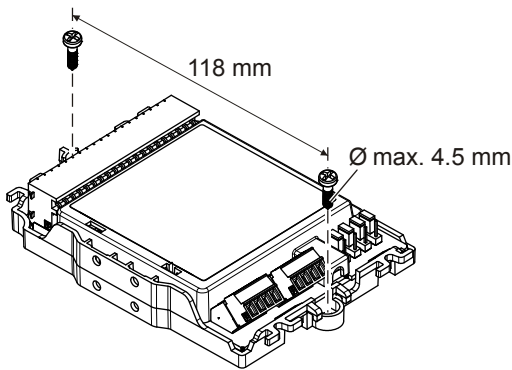

Fig. 2
- On a plane surface (Fig. 2)
1. Position multi line separator module on a plane surface (Fig. 2).
- Auf einer planen Fläche (Fig. 2)
1. Platzieren Sie den Mehrfach-Linientrenner auf einer planen Fläche (Fig. 2).